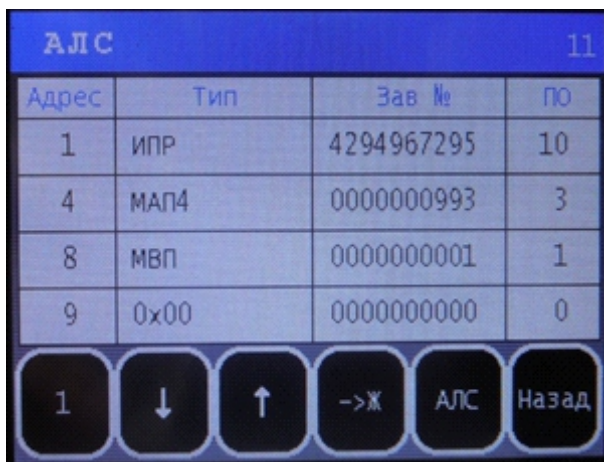

Рисунок 6 – Окно «АЛС»
– «АЛС» – кнопка, открывающая окно «АЛС» (рисунок 6), в таблице которого представлены текущие адреса, заводские номера и версии ПО всех адресных устройств по типам в порядке их расположения в цепи тестируемого участка АЛС.
В правой части верхней рамки окна «АЛС» (рисунок 6) представлено общее количество адресных устройств, подключенных к контролируемому участку АЛС.